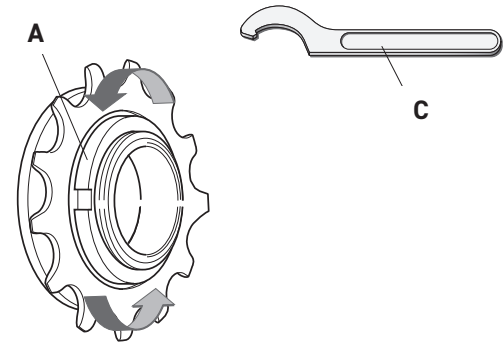

Fig. 9
• Serrate la ghiera (A - Fig. 9) utilizzando una chiave a settore con nasello quadro (C - Fig. 9).